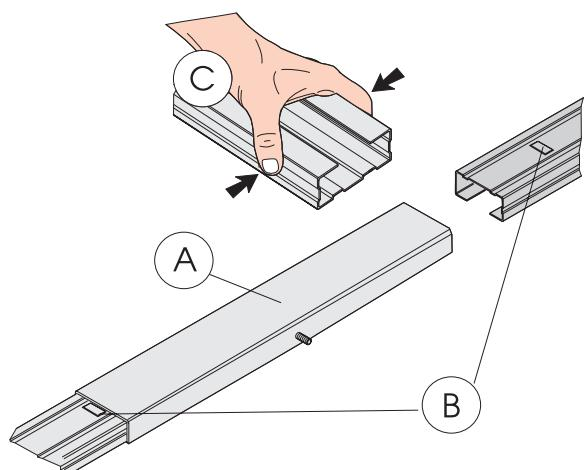

Fig. 6
1) Assembler les deux éléments du rail de guidage en les introduisant dans le joint central (Fig. 6 réf. A) jusqu'à la rencontre des reliefs métalliques de référence (Fig. 6 réf. B). Pour faciliter l'embrayage du rail de guidage, l'introduire dans le joint central en le comprimant d'après la Fig. 6 réf. C. Ne pas utiliser d'outils risquant de déformer le rail ou le joint.